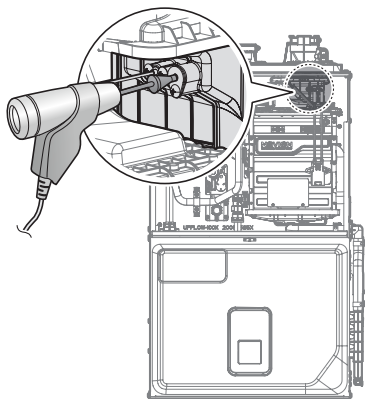

Figure 7. Insertion de l'analyseur
- Insérez l'analyseur dans le port (Figure 7).